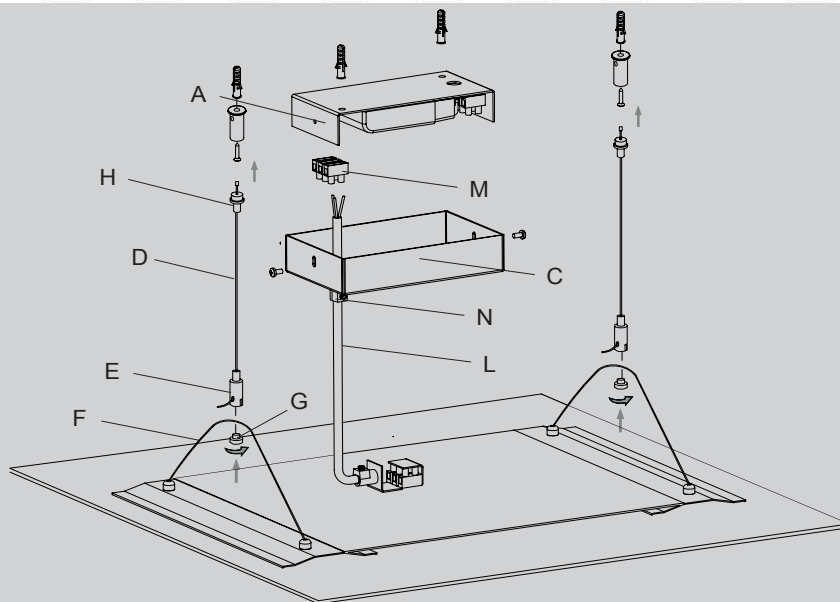

Fig.1
2. Fissare la staffa (A) del rosone elettrificato (C) al soffitto tramite viti e tasselli (non in dotazione). [Fig.1]
3. Infilare la parte libera della fune di acciaio (D) nel foro presente sul regolatore millimetrico (E); per liberare il cavo premere sulla bussola e bloccarlo serrando la ghiera.
4. Inserire e fissare l'archetto (F) sul regolatore millimetrico (E) tramite la vite (G).
5. Fissare l'altra estremità del rosone (H) sul rosone di ancoraggio (A).
6. Collegare il cavo (L) al morsetto (M) presente nel rosone elettrificato (C), facendo attenzione a rispettare le polarità indicate.
7. Fissare il rosone elettrificato (C) sulla staffa (B) tramite le due viti in dotazione.
8. Serrare a fondo il pressacavo (N) presente sul rosone elettrificato.
2. Secure the bracket (A) of the electrified rose (C) to the ceiling, by means of a dowels and screws (not supplied) [Fig. 1].
3. Introduce the free end of the steel cable (D) in the hole on the millimetre gauge; to free the cable, press on the bush and lock it, tightening the ring nut.
4. Introduce and secure the arch (F) on the millimetre gauge (E) with the screw (G).
5. Secure the other edge of the ceiling rose (H) to the anchoring rose (A).
6. Connect the cable (L) to the terminal (M) located on the electrified rose (C), paying attention to respect the indicated polarities.
7. Secure the electrified rose (C) on the bracket (B), using the two supplied screws.
8. Tighten the cable gland (N) located on the electrified rose, thoroughly.